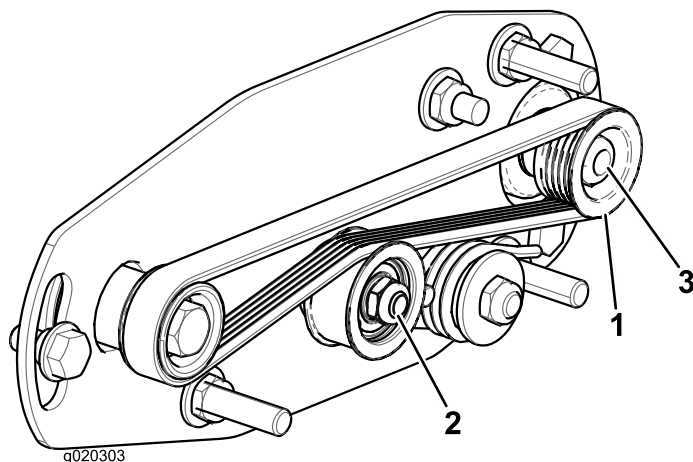
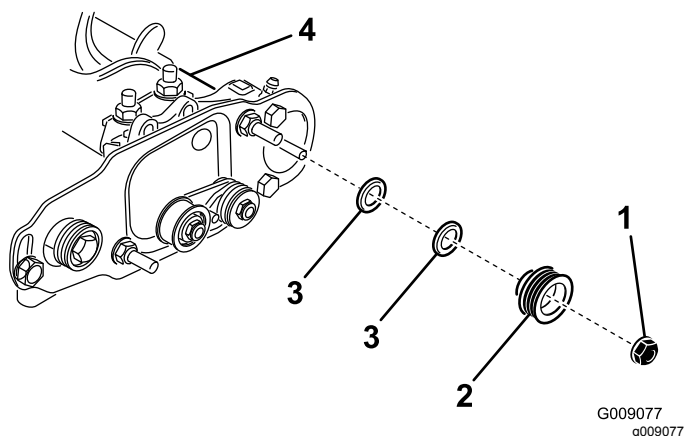

Figure 33
Figure 34
1. La poulie menée (au niveau de l'arbre de la brosse) peut bouger vers l'intérieur ou l'extérieur (Figure 33).
2. Tout en tournant le cylindre, ce qui entraîne la poulie d'entraînement, déchaussez la courroie de la poulie (Figure 33)
3. Retirez le contre-écrou qui fixe la poulie menée à l'arbre de la brosse (Figure 33 ou Figure 34).
4. Déposez la poulie menée de l'arbre (Figure 34).
Remarque: Si la poulie a besoin d'être déplacée vers l'extérieur, ajoutez une entretoise de 0,8 mm d'épaisseur (Figure 34). Si la poulie doit être rapprochée de l'intérieur, retirez l'entretoise de 0,8 mm existante.